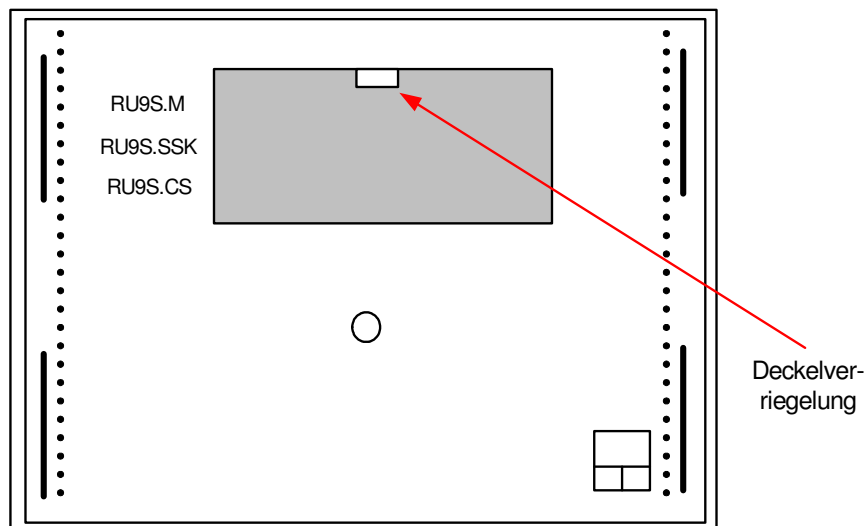

Abb. 7: Einsteckschacht für Schnittstellen
6. Verschlussdeckel vom Einsteckschacht an der Gehäuserückseite entfernen (siehe Abb. 7).
7. Schnittstellenkarten auspacken und in die Führungsschlitze des Einsteckschachtes einführen, so dass die Typenbezeichnung der Schnittstellenkarte mit der Bezeichnung des Steckplatzes an der Gehäuserückseite übereinstimmt (siehe Abb. 7). Die Bestückungsseite der Schnittstellenkarten muss zur Gehäusemitte, Richtung Gerätesicherung zeigen.